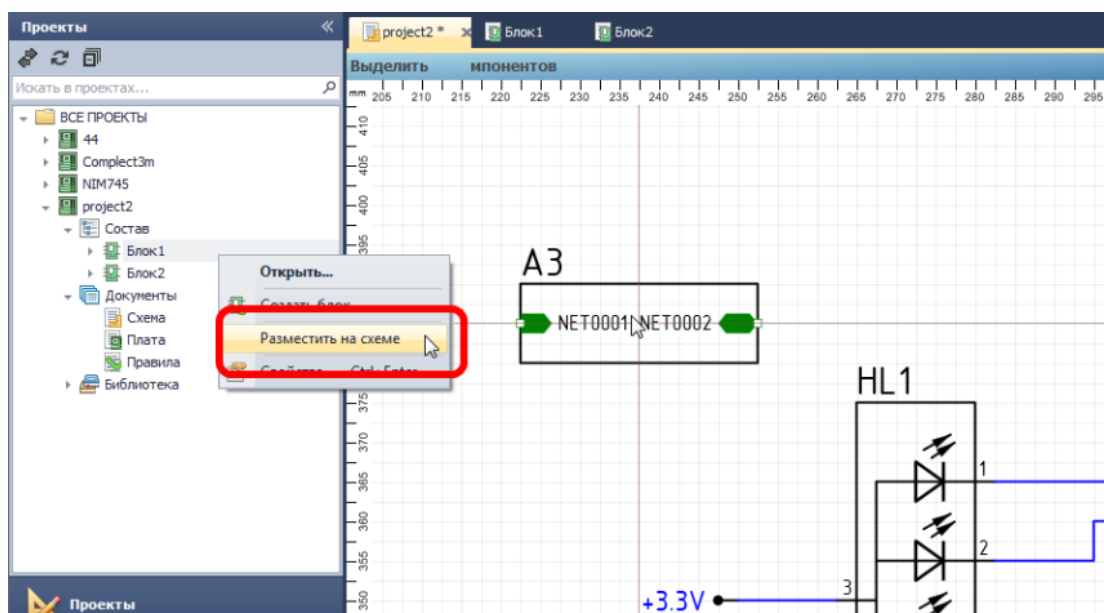

Рис. 590. Размещение блока на схеме
3. Переместить курсор на схему (см. Рис. 590) и разместить блок по аналогии с размещением радиодетали (подробнее см. раздел 7.3.1).